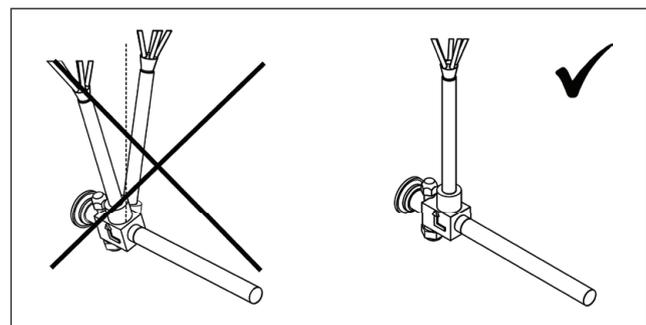

Abb. 11.2
3. Überprüfen Sie den Kältemittelverteiler und stellen Sie sicher, dass die Düse ordentlich montiert ist und keine mechanischen Beschädigungen aufweist. Der Verteiler muss ausschließlich senkrecht montiert werden (Abb. 11.2).